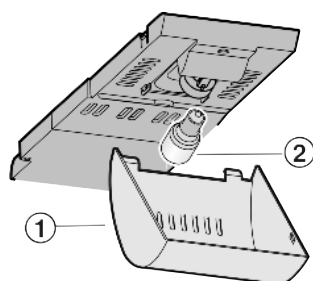

Fig. 11
- Kryt Fig. 11 (1) uchopte vpředu a vzadu vyhákněte.
- Žárovku Fig. 11 (2) vyměňte.
- Kryt Fig. 11 (1) zase nasadte.